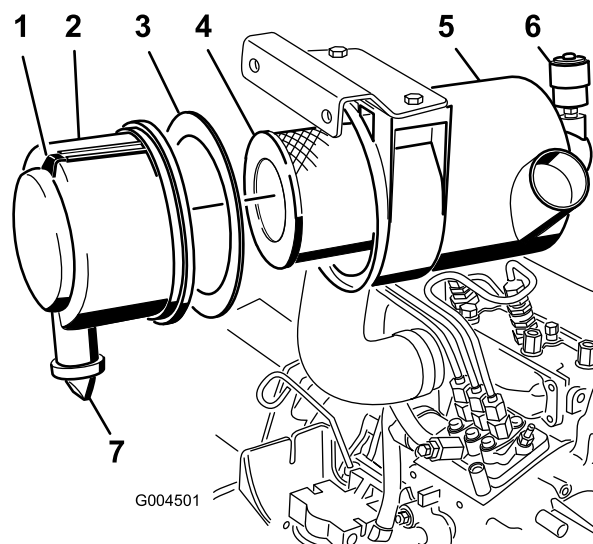

Рисунок 39
2. Произведите обслуживание фильтра воздухоочистителя, когда его индикатор (Рисунок 39) указывает на красный диапазон, или через каждые 400 часов работы (чаще при работе в условиях сильных загрязнений или запыленности.) Не допускайте слишком частого обслуживания воздушного фильтра.
1. Оттяните защелку наружу и поверните крышку воздухоочистителя против часовой стрелки (Рисунок 39).
2. Снимите крышку воздухоочистителя с его корпуса (Рисунок 39).
4. Снимите и замените фильтр грубой очистки (Рисунок 39).
6. Убедитесь, что прокладка из вспененного материала находится на своем месте в крышке, не разорвана и не повреждена (Рисунок 39).
- A. Снимите резиновый выпускной клапан с крышки (Рисунок 39).
10. Сбросьте индикатор (Рисунок 39), если он стал красным.